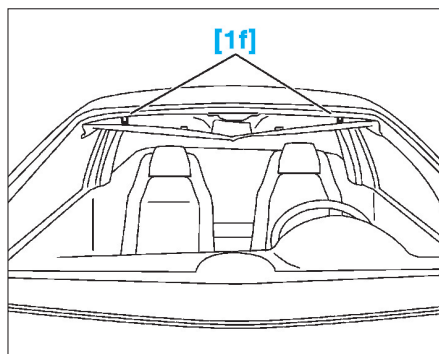

FIG. 119
- Mettre en place les 2 cales [1f] afin d'écarter la garniture de pavillon (Fig.119).